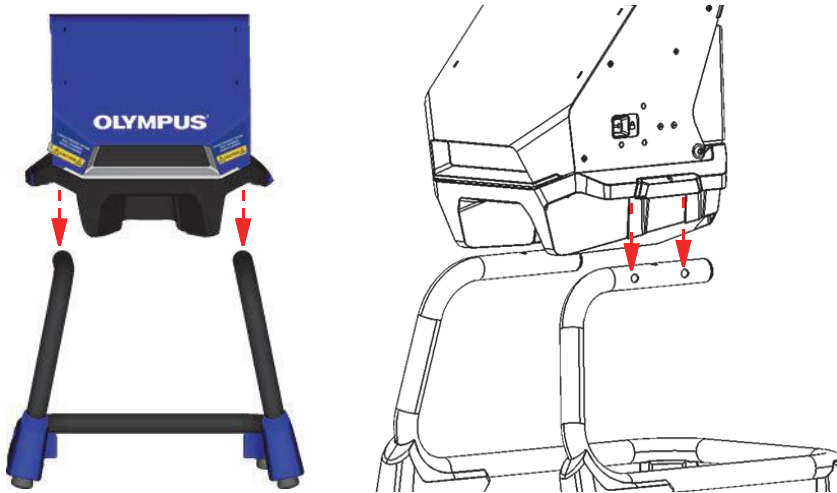

图 B-7 放置在支架上方的样品舱
2. 搬起样品舱，将其举到支架的上方（参见第119页的图 B-7）。